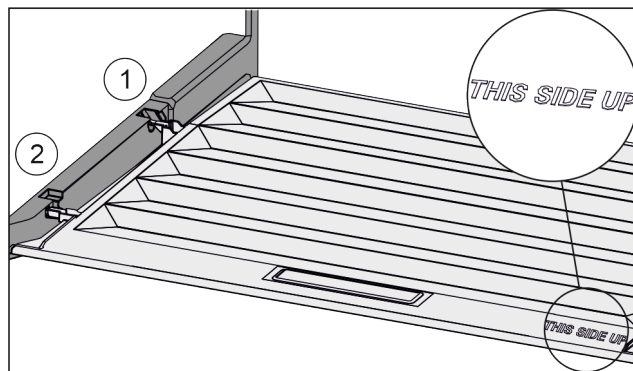

Fig. 28
- Вставити поперечні ребра через отвір заднього тримача Fig. 28 (1) і зафіксувати спереду у тримачі Fig. 28 (2).